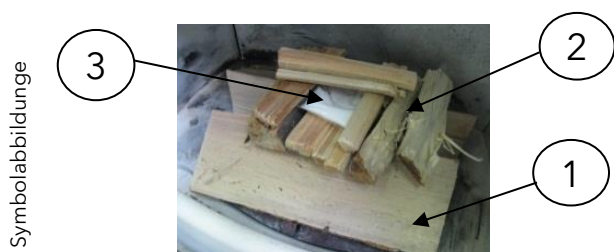

Fig. 3: Vor dem Anzünden
Legen Sie 2 - 3 Stück Scheitholz (gesamt ca. 1,0 kg) unten quer in den Feuerraum (1), mit ausreichend Abstand zueinander (mind. 2 cm). Darüber kommen ca. 0,5 kg Weichholzspäne (2). Darauf legen Sie in die Mitte eine Anzündhilfe und zünden diese an (3). siehe Fig. 3